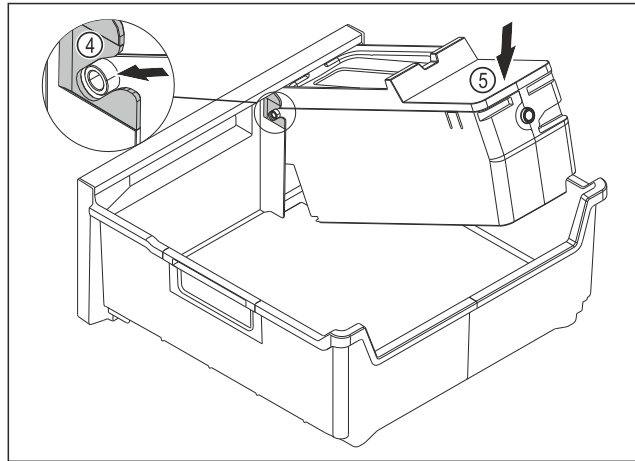

Fig. 82
- ▶ Monter hoveddelen til EasyTwist-Ice: Sett akselen til hoveddelen til EasyTwist-Ice inn i skinnene Fig. 82 (4).
- ▶ Trykk hoveddelen til EasyTwist-Ice Fig. 82 (5) bakover.